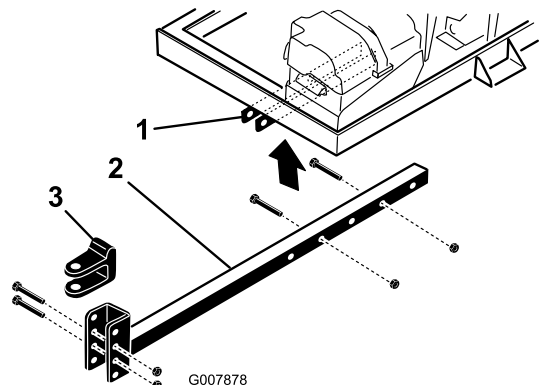

Figure 4
2. Insérez le tube d'attelage dans les supports du cadre (Figure 4).
- Enlevez les boulons et les contre-écrous de fixation de la chape d'attelage (Figure 4) au tube d'attelage.
- Retirez les boulons et écrous qui fixent le tube d'attelage aux supports du cadre (Figure 4).